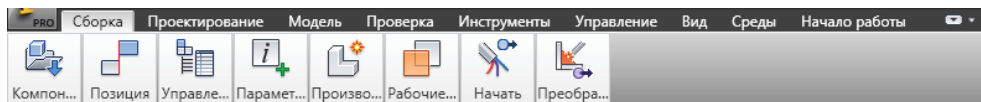

Рис. 1.5. Вкладка Сборка, свернутая до кнопок панели
2. Сверните Ленту до кнопок панелей, нажав на иконку, чтобы ваша панель выглядела как на рис. 1.5.